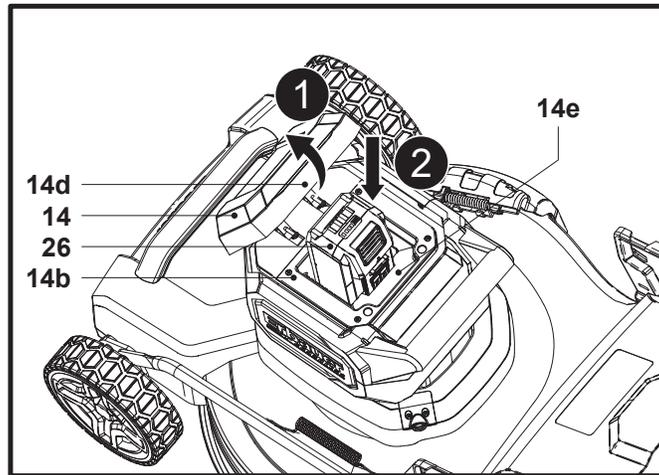

Fig. 7
1. Maintenir la languette (14d) et ouvrir le couvercle du compartiment de la batterie (14) (Fig. 7, étape 1).
2. Aligner la batterie (26) sur les glissières (14b) du compartiment de la batterie (14e) et faire glisser la batterie (26) pour la fixer (Fig. 7, étape 2).